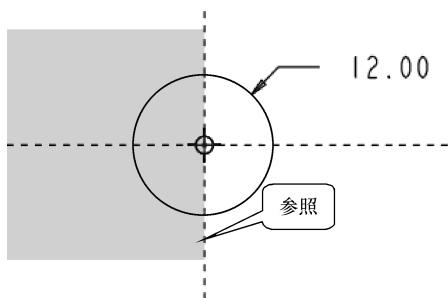
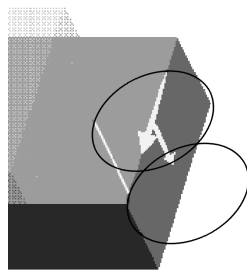

图 9-75 草绘截面
图 9-76 预览模型
(6) 在模型树选中“jian1.prt”, 按下鼠标右键, 在弹出的快捷菜单中选择【激活】选项, 将模型焦点切换到该件1上, 模型树中该零件标识的右下角有一绿色的菱形, 装配体中其余零件半透明显示。
(7) 单击【基础特征】工具栏中的【拉伸】按钮, 弹出【拉伸】操控板, 在对话框中单击【移除材料】按钮, 使其处于按下状态。
(8) 单击【放置】按钮, 在弹出的【放置】下滑面板中单击【定义】按钮, 弹出【草绘】对话框。
(9) 在图形区选择件1上表面作为草绘平面, 其余草绘属性使用默认设置, 单击【草绘】按钮进入草绘环境, 设置右端面为参照, 绘制截面如图9-75所示。
(10) 单击【草绘器工具】工具栏中的【完成】按钮, 回到建模环境。
(11) 在对话框中, 修改拉伸深度类型为【穿透】, 预览模型, 如图9-76所示。